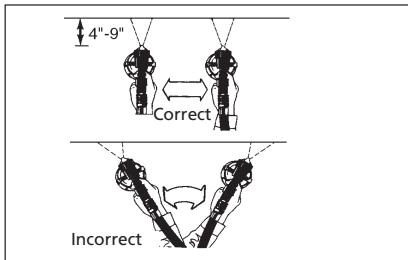

Figure 11 - Coups de peinture
- Garder le pistolet à une distance de 10 à 23cm et parallèle à l'objet pulvérisé. (Voir Figure 11.) Si le débit du matériel est ajusté pour une configuration petite et étroite, il serait peut-être nécessaire de s'avancer aussi près que 5cm de la surface de travail.